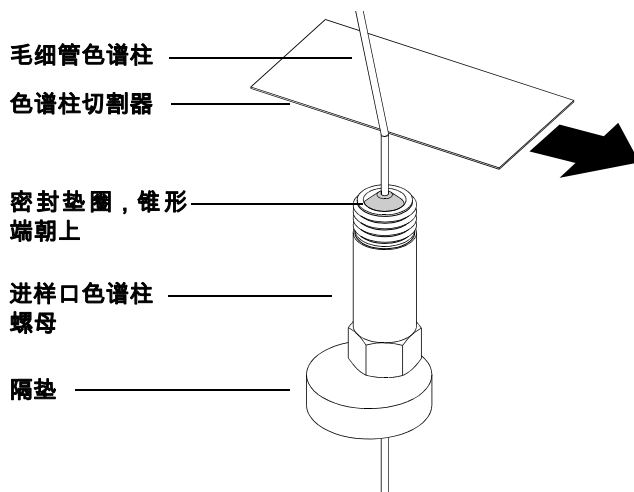

图 4 准备安装毛细管色谱柱
- 2 将隔垫、色谱柱螺母和已老化的密封垫圈滑入色谱柱的自由端（图 4）。垫圈的锥形端必须朝向远离色谱柱螺母的一端。